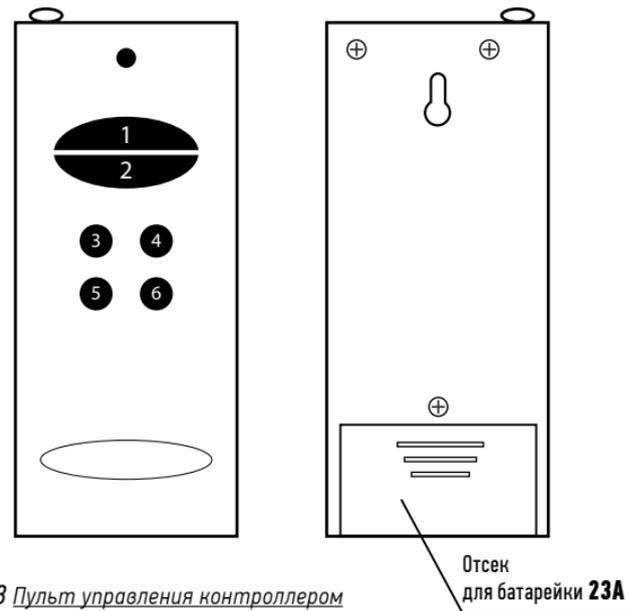

Рис.3 Пульт управления контроллером
5. Значения кнопок пульта управления контроллером (Рис.3):